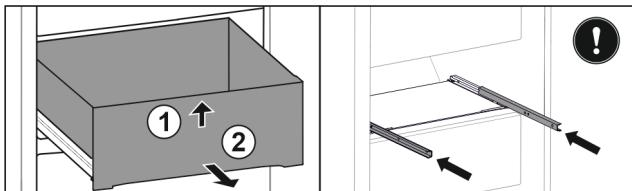

Fig. 134
- Приподнимите выдвижной ящик спереди. Fig. 134 (1)
► Извлеките выдвижной ящик движением вперед. Fig. 134 (2)